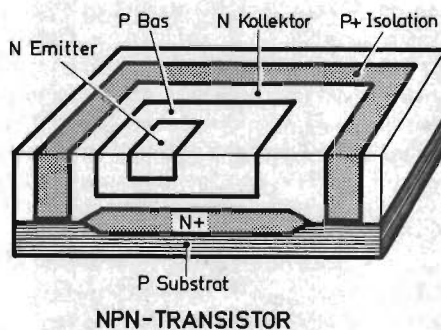
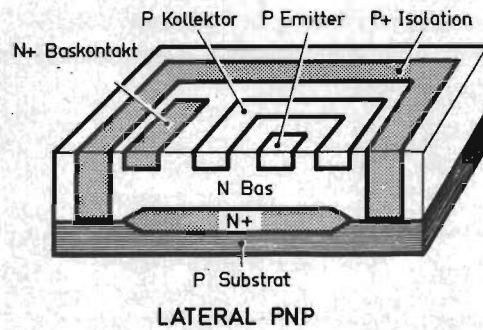
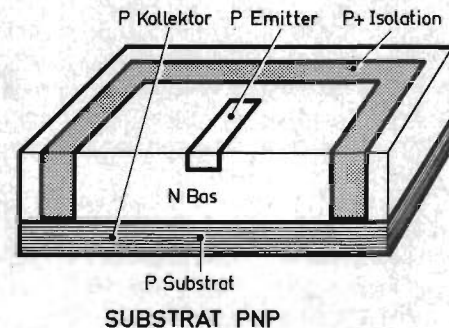

Fig 1
Fig 2
Fig 3
Fig 1. Försäljningsstatistik och -prognos för analoga halvledarkretsar 1965–1970. Ofyllda staplar = medelpris; fyllda staplar = antalet enheter. (1 dollar = 5 Skr; ur tidskriften Electronics.)
Det kommer emellertid inte att dröja länge förrän priset för den analoga halvledarkretsen inom kommunikations- och hemelektroniken ligger på samma nivå som priset för motsvarande krets, uppbyggd med diskreta komponenter. Detta framgår bl a av tillgänglig försäljningsstatistik och -prognos (2), fig 1. För jämförelse anges även motsvarande statistik och prognos för digitala kretsar, fig 2. Mycket talar för att radio- och TV-apparater med många integrerade funktioner snart kommer på marknaden. Vilken annan industrigren än just radio- och TV-industrin skulle kunna tänkas omsätta 110 miljoner linjära halvledarkretsar 1970? Dessa förmodanden bestyrks av fig 3, som visar den uppskattade försäljningen av olika typer av analoga kretsar under de närmaste fem åren.
Fig 2. Försäljningsstatistik och -prognos för digitala halvledarkretsar 1965–1970. Ofyllda staplar = medelpris; fyllda staplar = antalet enheter. (1 dollar = 5 Skr; ur tidskriften Electronics.)